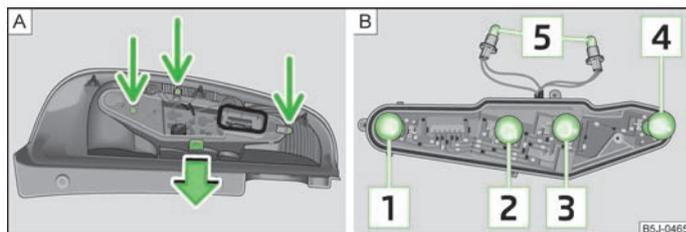

Fig. 152 Démontage de la partie du milieu du feu / disposition des ampoules
Remplacement des ampoules dans le feu arrière » fig. 152.
- Pour atteindre les ampoules, dévissez la partie centrale du feu et détachez le verrouillage » fig. 152 - **A**.
- Retirez l'ampoule **1**, **2**, **3** ou **4** » fig. 152 défectueuse de la douille et insérez une ampoule neuve.